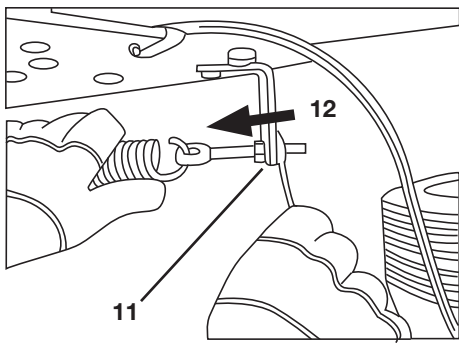

Bild 7
Sollte sich das Auswurfsieb zu oft bzw. zu leicht öffnen, können Sie die Federvorspannung mittels Ösenschraube (11) einstellen. Dazu müssen die Sechskantmuttern (SW 13) auf der Ösenschraube (11) in Richtung Feder (12) verstellt werden (siehe „Bild 7“).